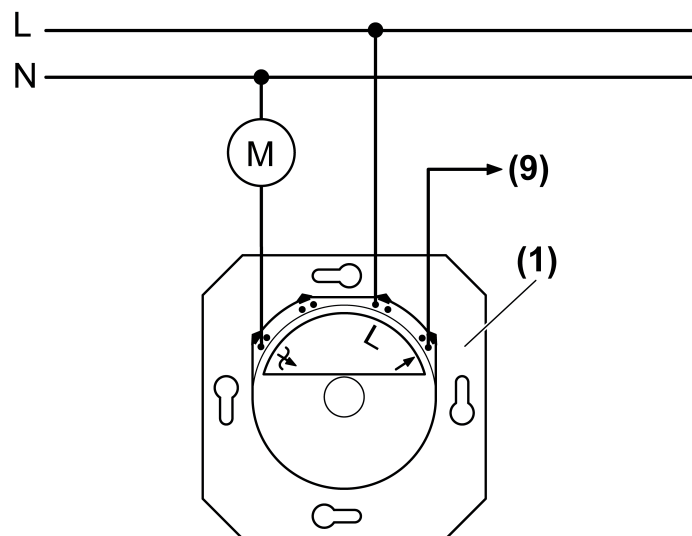

Bild 3: Anschlussplan
(1) Drehzahlsteller
(9) Schaltausgang
- Drehzahlsteller gemäß Anschlussplan anschließen (Bild 3).